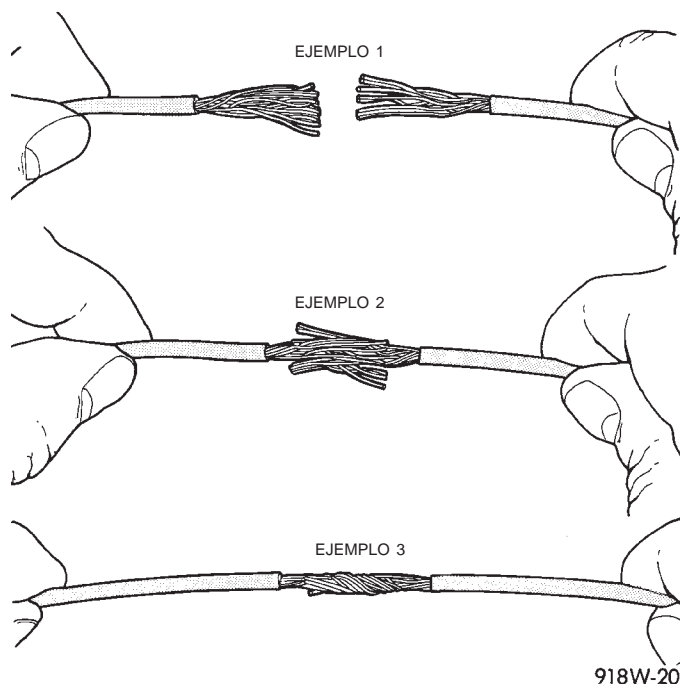

Fig. 9 Reparación de cables
- (1) Desconecte el cable negativo de la batería.
- (2) Quite 25 milímetros (1 pulgada) de aislamiento de cada extremo del cable.
- (3) Coloque un trozo de tubo termocontraíble sobre uno de los lados del cable. Asegúrese de que el tubo sea lo suficientemente largo como para cubrir y sellar la totalidad de la zona de reparación.
- (4) Abra los hilos de los cables, separándolos entre sí, en cada parte del cable expuesto (ejemplo 1) (Fig. 9).
- (5) Una los dos extremos de los cables hasta que los filamentos estén cerca del aislamiento (ejemplo 2) (Fig. 9).
- (6) Retuerza los dos cables conjuntamente (ejemplo 3) (Fig. 9).
- (7) Suelde los cables utilizando únicamente soldadura del tipo de núcleo de resina. **No utilice soldadura del tipo de núcleo ácido.**
- (8) Centre el trozo de tubo termocontraíble sobre la junta y aplique calor utilizando un soldador.